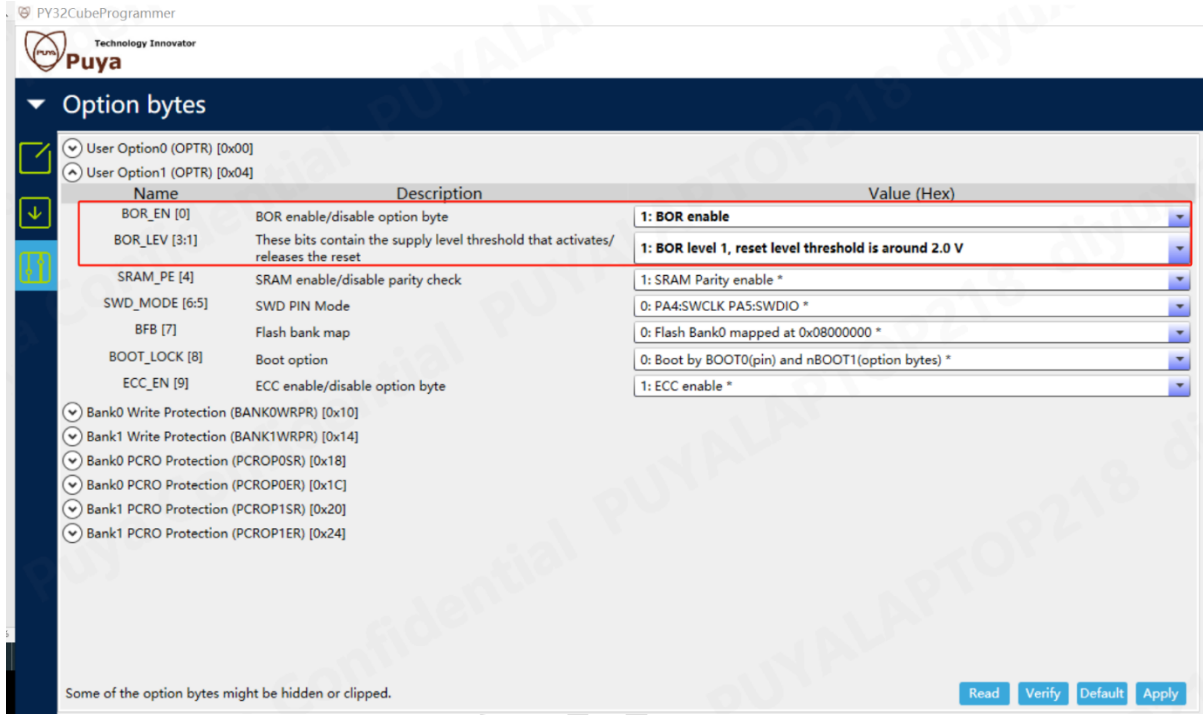

图 9-1
- 配置 User Option1 中的 BOR 相关选项时，如果选择使能 BOR\_EN，则需将 BOR\_LEV 配置为 BOR level1 及以上的选项。如图 9-1 所示，使用 PY32CubeProgrammer 时配置 BOR 相关选项。